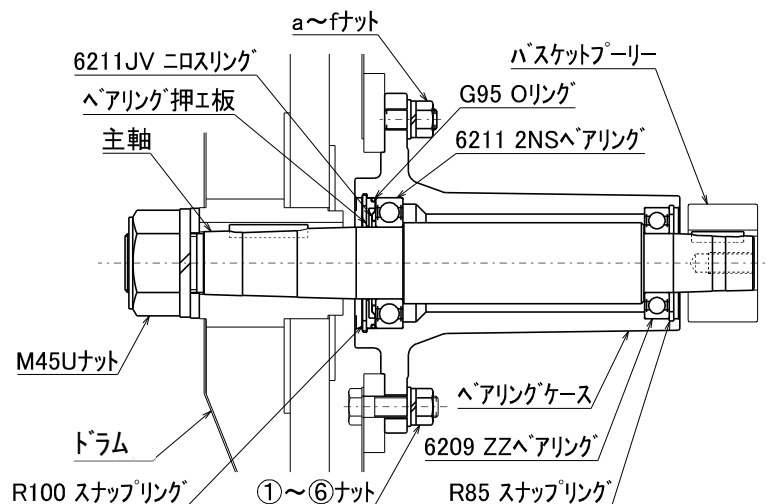

図 9-8
- ・ 両側のスナプリングを取り外し、ベアリング押さえ板を取り、木の上などに主軸の軸端を突くように落とせば抜くことができます。(図 9-8)